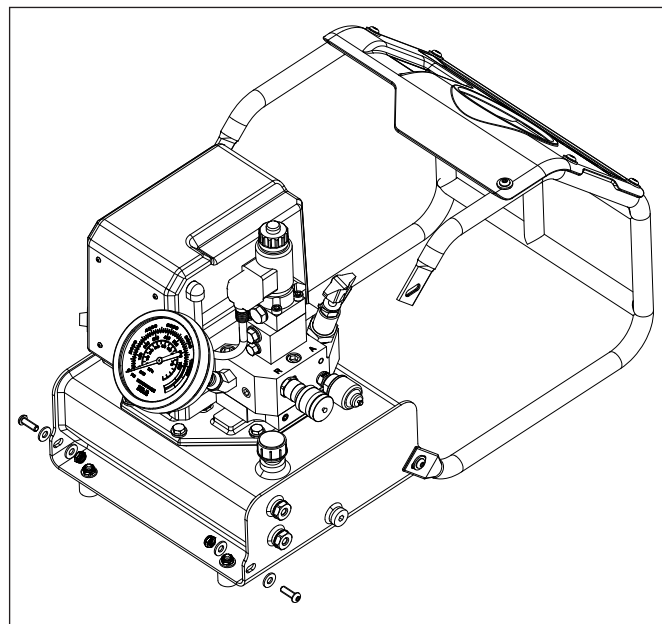

图 7：清洁油箱
3. 拆下将圆钢护栏固定在油箱上的 2 颗螺钉、垫圈及螺母。松开另外 2 组安装螺钉。如图所示转动圆钢护栏。参见图 7。